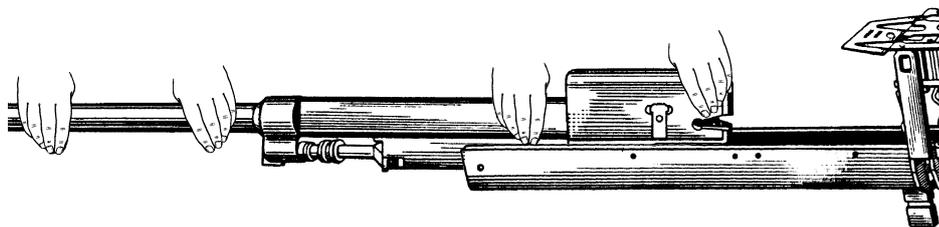

Рис. 117. Від'єднання агрегату стволу
1.8. Від'єднати агрегат ствола. Для чого потягти агрегат ствола вперед та вивести його зі ствольної коробки (рис. 117).